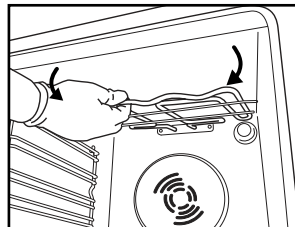
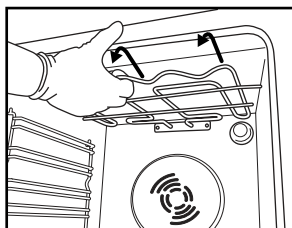

Fig. 4
Fig. 5
2. Dra ut värmeelementet något (fig. 4) och sänk det (fig. 5).